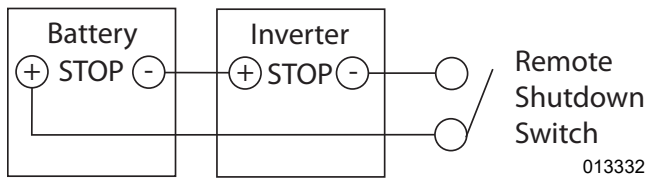
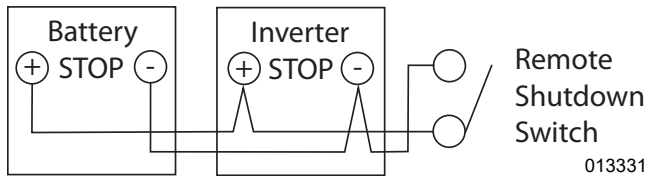

Figura 5-5. Cableado en serie de los interruptores de desconexión remota
Figura 5-6. Cableado en paralelo del interruptor de desconexión remota
4. Consulte la **Figura 5-5** y **Figura 5-6**. Use un cable de dos conductores de calibre 20 a 14 AWG con aislamiento con clasificación para 600 V para conectar un interruptor con bloqueo, certificado por UL y con clasificación para al menos 12 V CC, 5 mA (considere un interruptor de la luz monopolar estándar en una caja impermeable con una palanca con bloqueo). Conecte el interruptor en serie o en paralelo al inversor y a la batería.